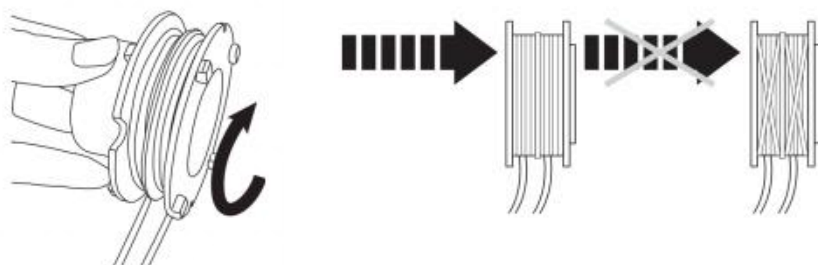

Fig. 66
3. Enroulez fermement les lignes dans le sens des aiguilles d'une montre autour de la bobine, assurez-vous qu'elles sont correctement insérées dans le guide correspondant. (Fig.66)